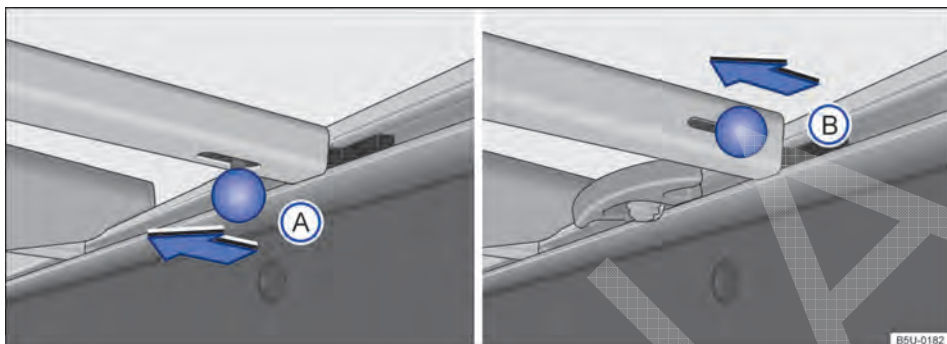
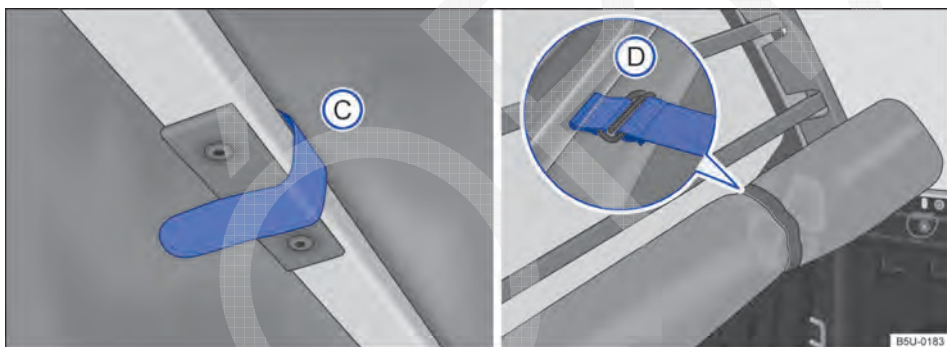

Fig. 36 Travessas no compartimento de carga: (A) veículos com suportes de amarração fixos, (B) veículos com suportes de amarração deslizantes.
Fig. 37 No compartimento de carga: tira de fixação e capota marítima corretamente recolhida.
- Para remover de tipo (A) ou (B), deslocar o pino de travamento no sentido da seta → Fig. 36. Para remover a travessa que está próxima ao vidro traseiro, é necessário soltar as tiras de fixação da capota → Fig. 37 (C).
- Após o recolhimento total da capota, prenda-a com as cintas de fixação (D).